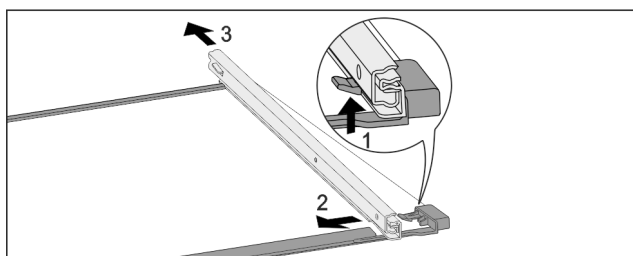

Fig. 227 Glasplatte mit Schienen
- Vorderen Rasthaken nach oben drücken. Fig. 227 (1)
- Auszugsschiene zur Seite Fig. 227 (2) und nach hinten Fig. 227 (3) wegschieben.